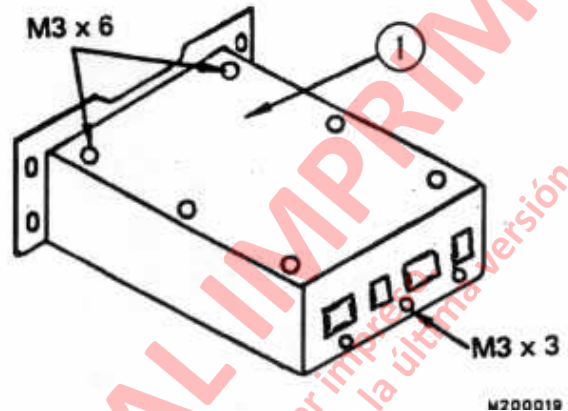

FIGURA 20-8 ACCESO A LA BATERIA
4. Retire el conector eléctrico. Saque los pernos de la superficie superior y la cara trasera. Saque la cubierta (Figura 20-8). Quedarán expuestos la batería, los cables y el conector.